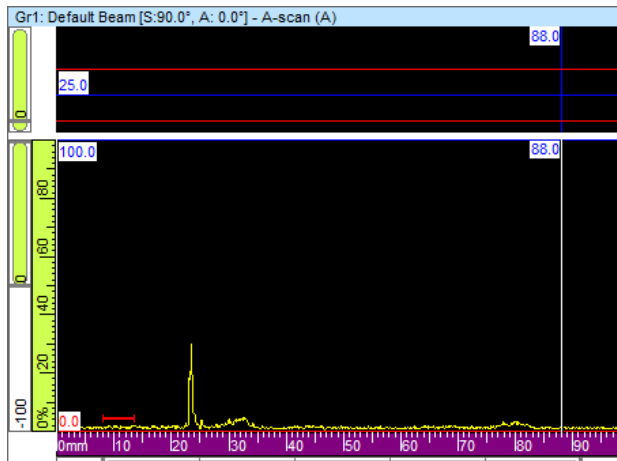

Figure 4-29 A-scan avant l'ajout du premier point TCG
4. Positionnez la sonde de façon à obtenir des échos bien définis dans le A-scan (voir la Figure 4-29 à la page 268).